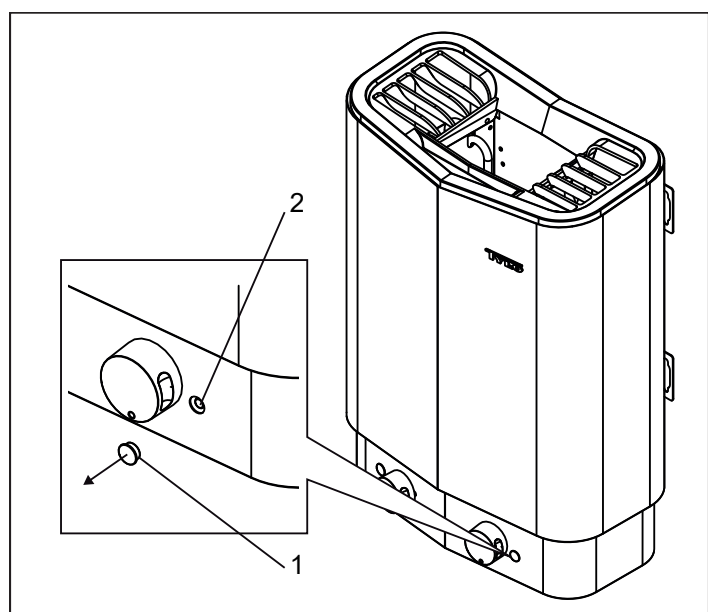

Fig 5: Återställning av temperaturskyddet
| Aggregatet fungerar ej.                                                                        | Det interna temperaturskyddet har utlöst.För mer information se Avsnittet Temperaturskyddet. | Kontrollera och åtgärda orsaker till att temperaturskyddet utlöst.Återställ temperaturskyddet. På aggregatets framsida, under en täckplugg finns en röd knapp som kan tryckas in (se Fig 5) |
Temperaturskyddet i aggregatet är till för att skydda komponenter, rörelement samt trävirke i bastun från överhettning. Om temperaturskyddet har utlöst går det ej att starta aggregatet förrän det har återställts. Innan detta görs skall orsaken till överhettning klarläggas. För att återställa temperaturskyddet ta bort täckplugg (1) (se Fig 5) och tryck in (2) tills det klickar till.